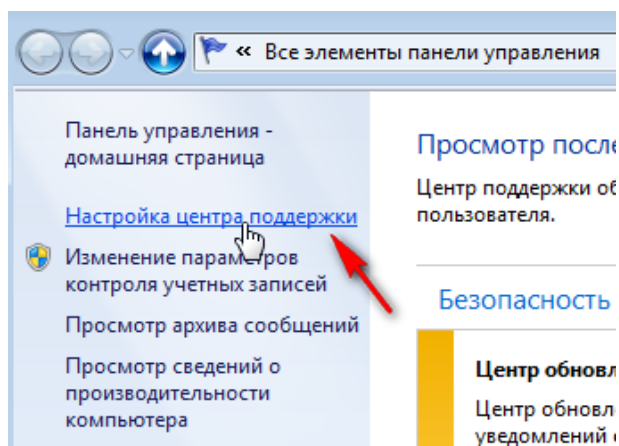

Рисунок 22.
- в правом списке команд выбрать пункт «Настройка центра поддержки» (см. рисунок 22);